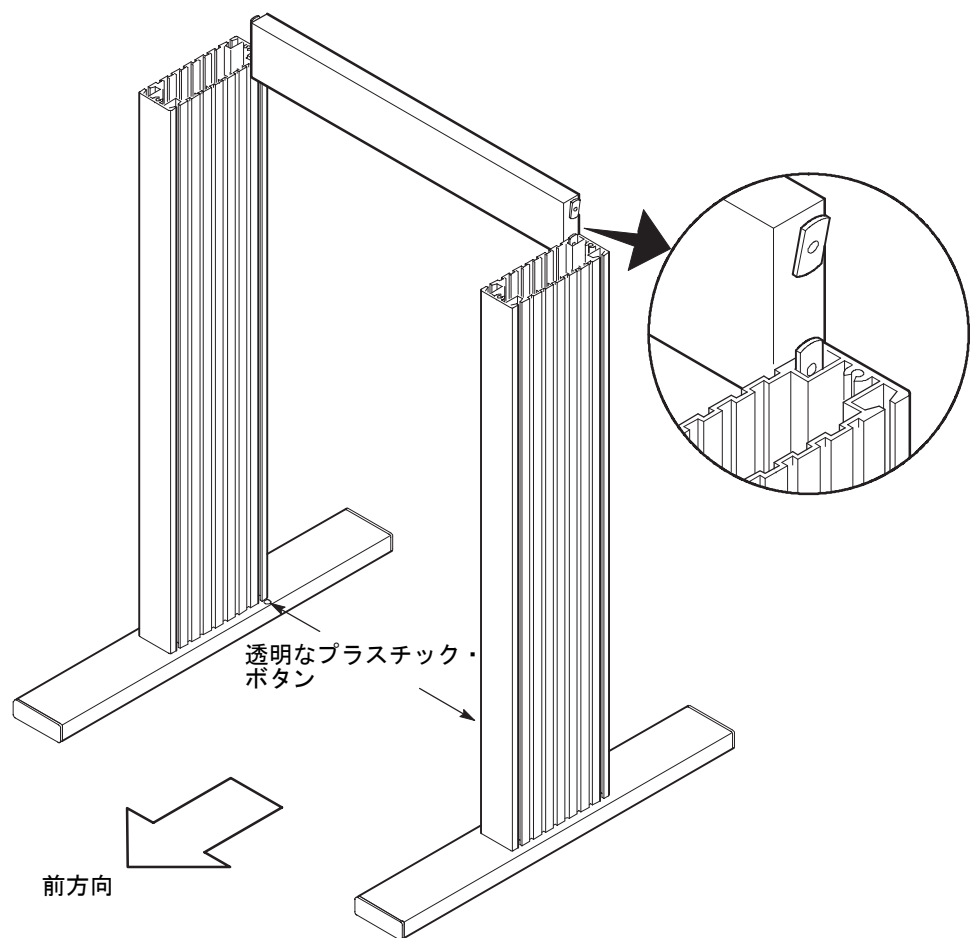

図 4a: 脚部アセンブリとストラットの調整
7. 図 4a に示すように、脚部アセンブリの間にストラットを水平に取り付けます。ストラットの開いている方が後部に向きます。ナットを脚部アセンブリの**後部側**の接合用の溝に合わせます。